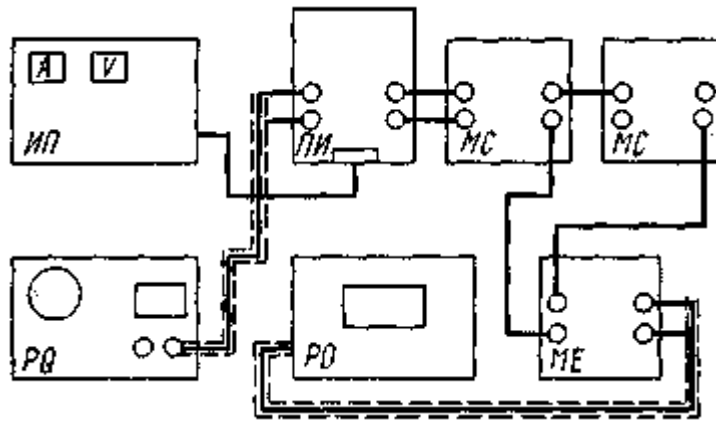

Рис. 3
Блок – схема установки зображена на рис. 3. Складається вона з магазинів опору (МО), за допомогою яких можна міняти опори  $R_1$  і  $R_2$ , магазину ємностей (МЕ), перетворювача імпульсів (ПИ), джерела живлення (ИП), електронного осцилографа (РО) та генератора (РQ).
1. Зберіть схему установки відповідно до рис. 3.